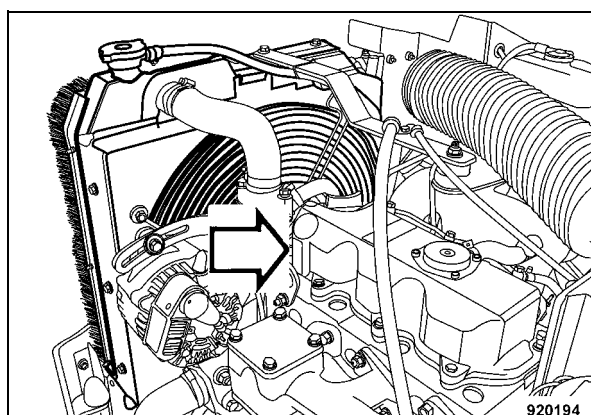

Fig. 117
- Desmontar la tapa de la culata (Fig. 117).